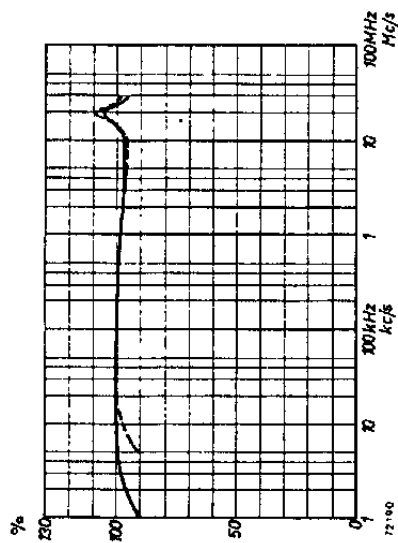

Fig. 1
In fig. 1 is de frequentiearakteristiek weergegeven bij het gebruik van de directe ingang (stand „3 mV“, frequentiegebied 1 kHz — 30 MHz) en bij het gebruik van de verzwakkeringang (stand „30 mV — 1 kV“, frequentiegebied 5 kHz — 30 MHz).
- d. Frequentiearakteristiek — De maximale afwijking ten opzichte van de gemiddelde frequentiearakteristiek (fig. 1) is bij gebruik van de directe ingang < 4% en bij gebruik van de verzwakkeringang < 5%.